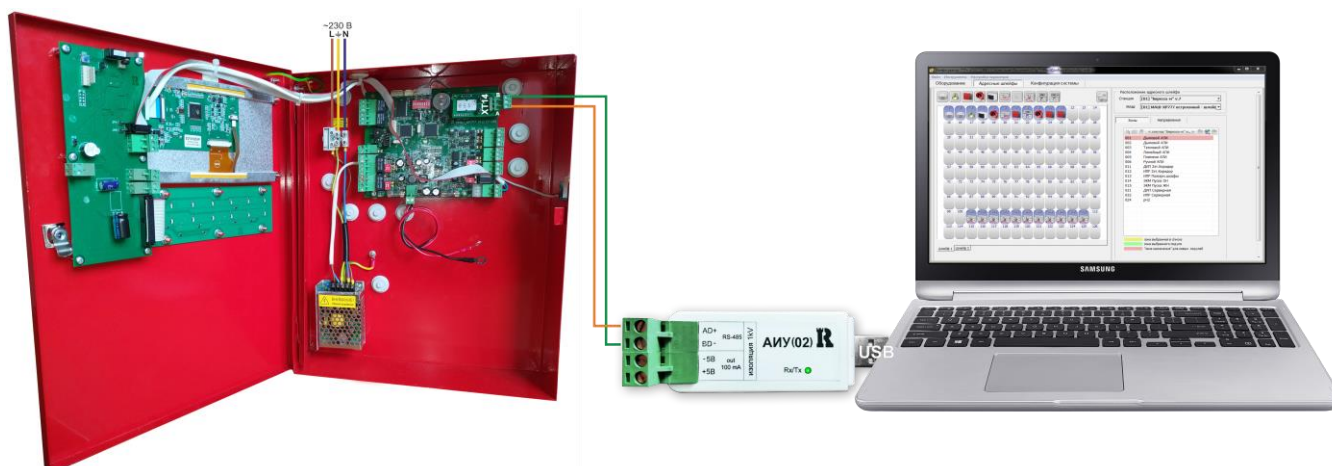

Рисунок 14. Схема подключения ППКПиУ «Бирюза-М» (исп. RS485) при инсталляции
Для ППКПиУ «Бирюза-М» (исп. RS485) загрузка файла конфигурации и файла управляющей программы осуществляется посредством ПО «Конфигуратор 777+» при использовании преобразователя интерфейсов USB-RS485 либо COM-RS485, поддерживающего скорость работы по интерфейсу RS485 не ниже 57600бит/с. Выход RS485 преобразователя интерфейсов подключается к контактам разъема XT14 модуля контроллера МК-03 (к разъему подключения магистральной линии связи). Штатным средством для программирования ППКПиУ «Бирюза-М» (исп. RS485) является Адаптер интерфейсов универсальный АИУ(02) производства ООО «РовалэнтИнвестГрупп» (рисунок 14).